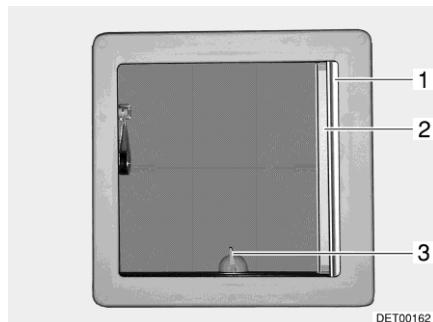
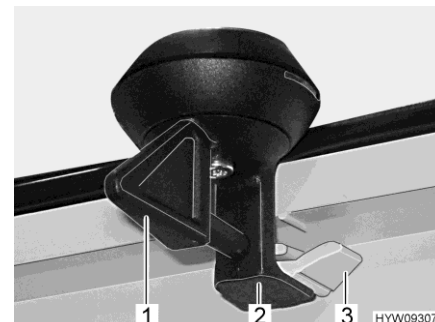

Fig. 46 Oblò inclinabile
Fig. 47 Bloccaggio (oblò inclinabile)
- Ruotare la leva (Fig. 46,3 o Fig. 47,1) di un quarto di giro.
- Girare la leva di un quarto di giro. Il bloccaggio (Fig. 47,2) deve entrare nell'aggancio inferiore (Fig. 47,3).
- Tirare la tendina oscurante pieghevole (Fig. 46,1) fino alla posizione desiderata e rilasciare. La tendina oscurante pieghevole rimane in questa posizione.
- Estrarre la zanzariera a rullo (Fig. 46,2) fino a quando non scatta il bloccaggio dalla parte opposta.